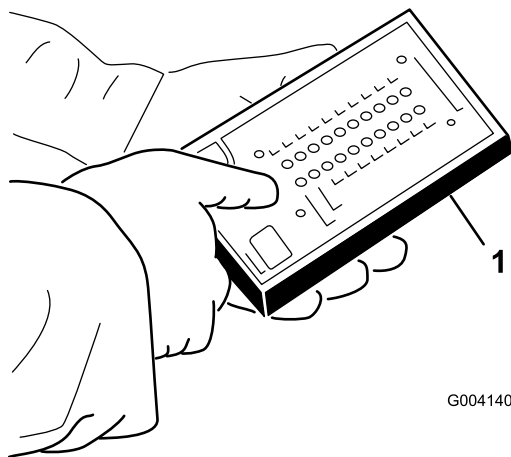

図 38
5. ハーネスのコネクタ 図 38 に ACE テスターを接続する